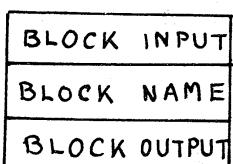

図 3.1
- BLOCKの扱い方は BLOCKの上部に BLOCKへの入力端子名と入力端子につながるライン名を書く。下部には BLOCKの出力ライン名とラインの論理値あるいはレベルを書く。わかりやすくするためにコメントとして BLOCKの中部に装置名を書いてもよい。(図3.1参照)